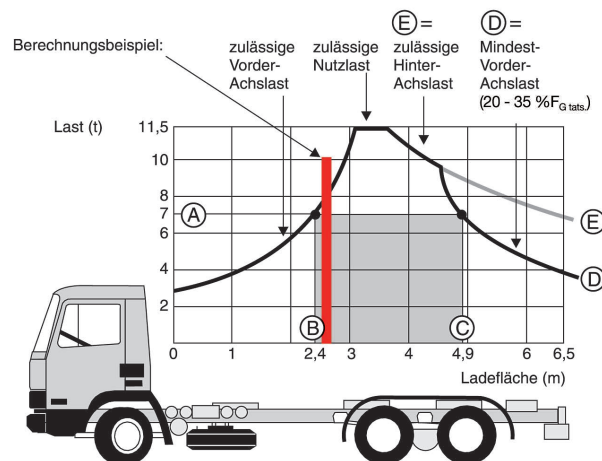

Bild 3.18: Lastverteilungsplan
Die Berechnung ergibt, dass bei dieser Anordnung der Holzkisten der Gesamtschwerpunkt der Ladung von 10 t (2,5 t + 4,5 t + 3,0 t) in einem Abstand von 2,64 m zur Lkw-Stirnwand liegen würde. Überträgt man diese beiden Werte in den Lastverteilungsplan (→ Bild 3.18), so stellt man fest, dass man die Ladung in dieser Anordnung nicht auf dem Fahrzeug transportieren darf, denn bei 2,64 m Entfernung von der Stirnwand wären nur ca. 8 t Beladung zulässig. Hier muss – z.B. durch Änderung der Holzkisten-Reihenfolge – anders geladen werden, so dass der Gesamtschwerpunkt in einem Abstand von ca. 2,9 m bis 4,4 m zur Stirnwand liegt.
Wie aus dem Beispiel des Lastverteilungsplans bei einem dreiachsigen LKW (→ Bild 3.18) erkennbar ist, kann die zulässige Nutzlast (Masse) von 11,5 t nur dann ausgenutzt werden, wenn der Ladungsschwerpunkt in dem verhältnismäßig kleinen Bereich von 0,6 m der Ladeflächenlänge plaziert wird, nämlich in einem Abstand von 3,1 m bis 3,7 m zur vorderen Begrenzung der Ladefläche. Transportiert man z. B. eine Ladung von 7 t Masse (A), muss ihr Schwerpunkt zwischen 2,4 m (B) und 4,9 m (C) liegen.